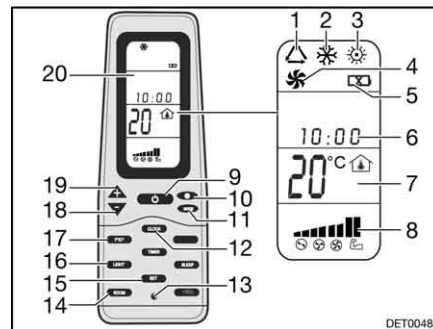

Fig. 134 Telecomando
- Premere il tasto ON/OFF (Fig. 134,9).
- Premere il tasto "Mode" (Fig. 134,11) spesso, finché la modalità desiderata (Fig. 134,1, 2, 3 o 4) viene visualizzata sul display (Fig. 134,20).
- Impostare la temperatura desiderata con i tasti "+" (Fig. 134,19) e "-" (Fig. 134,18).
- Con il tasto velocità dell'aria (Fig. 134,10) selezionare il livello desiderato per la ventola.